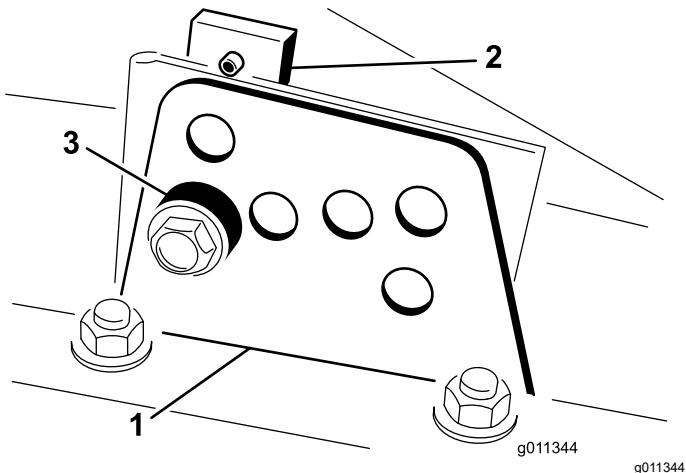

Figura 24
2. Desaperte o parafuso que prende o suporte da altura de corte à placa da altura de corte (frente e de cada lado), conforme se mostra na Figura 24.
4. Enquanto estiver suportar a câmara, retire o espaçoador (Figura 24).